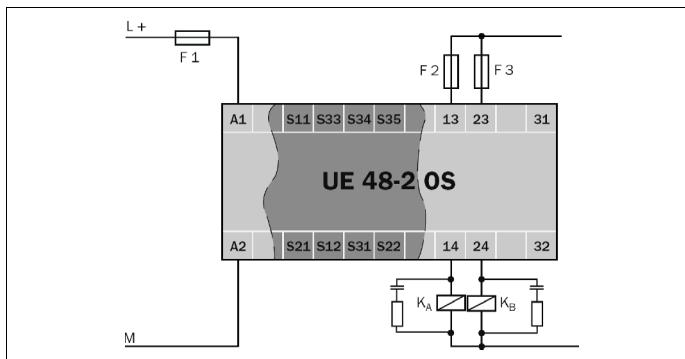

Abb. 2: Basisbeschaltung UE48-2OS: Spannungsversorgung, zweikanaliger Ausgangskreis (siehe Technische Daten)
- Um das Verschweißen der Kontakte der eingebauten Relais zu verhindern, ist eine Überstromschutzeinrichtung, Kurzschlusschutz (Betriebsklasse gG) nach der entsprechenden Gebräuchskategorie zu wählen und in die Freigabestrompfade einzubinden (siehe Abb. 2, Sicherung F2/F3).